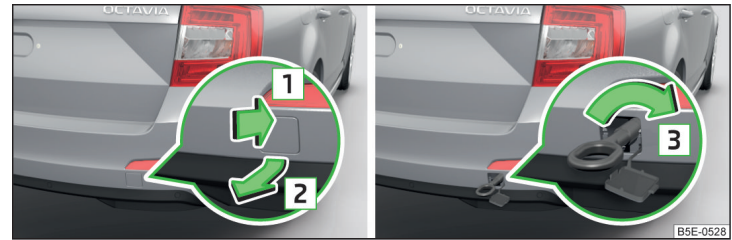
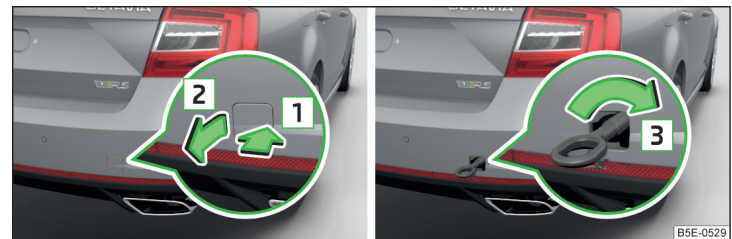

Abb. 217 Abdeckkappe abnehmen / Abschleppöse einbauen - Variante 1
Abb. 218 Abdeckkappe abnehmen / Abschleppöse einbauen - Variante 2
- Zum **Abnehmen** auf die Abdeckkappe in Pfeilrichtung **1** drücken und diese in Pfeilrichtung **2** abnehmen » Abb. 217.
- Zum **Einbauen** die Abschleppöse von Hand in Pfeilrichtung **3** » Abb. 217 bzw. » Abb. 218 bis zum Anschlag einschrauben » **!**